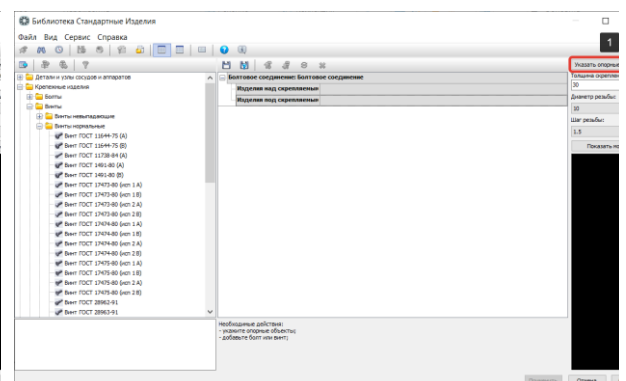

Рисунок 350 - Команда Указать опорные объекты
- Нажмем кнопку Указать опорные объекты (1). Откроется окно текущего документа, в котором показана панель позиционирования (Рисунок 350);